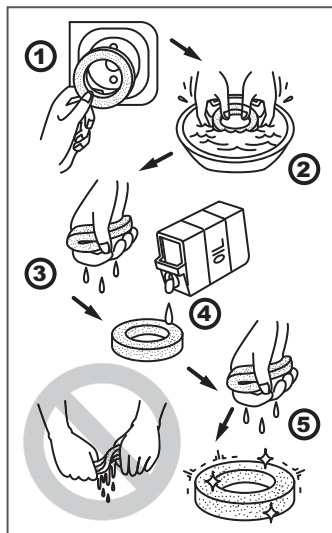

Рис. 5 Обслуживание поролонового фильтрующего элемента
- При незначительном загрязнении промойте поролоновый фильтрующий элемент 4 теплым мыльным раствором и просушите (Рис. 5). Смочите специальным или чистым моторным маслом, после чего отожмите излишки масла.